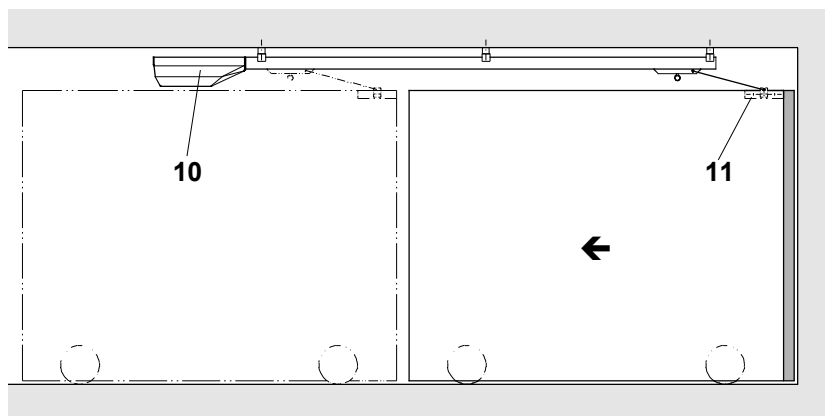

Fig. 2
A) Testa motrice (10) sopra la porta aperta. Fig. 2